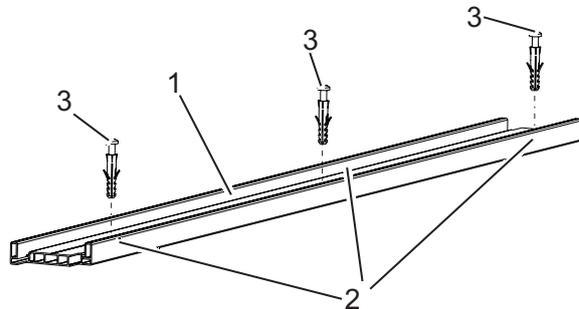

Fig. 12: Pose du profilé de socle
1. Aligner le profilé de socle (Fig. 12/1) conformément au plan d'installation.
2. Tracer les perçages prévus (Fig. 12/2) et les percer.
3. Poser au sol le profilé de socle avec des vis et des chevilles (Fig. 12/3) appropriées pour l'état du gros œuvre.